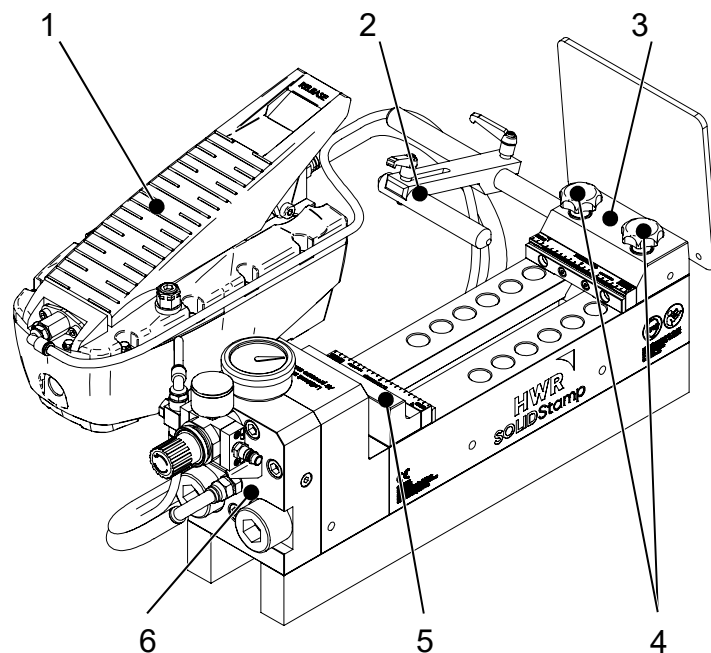

Fig. 8-1: División de la estación de estampado
- Paso 1** Busque la pieza de repuesto que necesita con ayuda de las Fig. 8-1 a 8-5.